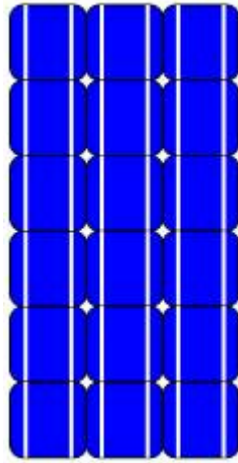

Figura 1.1
A. Celule de siliciu monocristalin (figura 1.1)